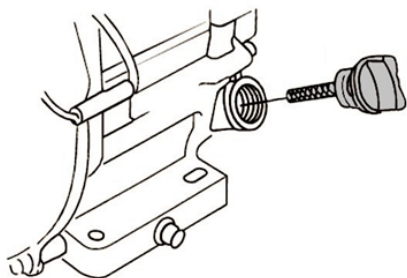

Рис. 28 Крышка-щуп нижней маслосазливной горловины
2. Открутите крышку-щуп нижней маслосазливной горловины и извлеките щуп (Рис. 28).